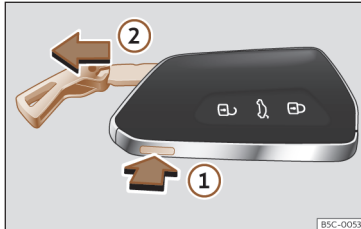

Fig. 76 Cheia automobilului: scoateți lama cheii.
- Dacă apăsați butonul»» **fig. 76 1** după deblocarea lamei cheii, apare un inel de chei.
- Apăsați și mențineți apăsat butonul **1** și în același timp trageți de inel în direcția săgeții »» **fig. 76 2** pentru a scoate complet lama cheii.